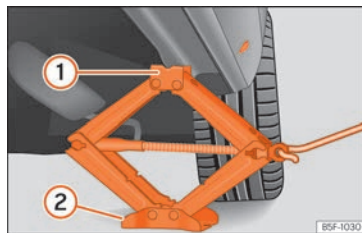

Abb. 39 Längsholm: Wagenheber ansetzen.
- Wagenheber unter den Aufnahmepunkt am Längsträger stellen und so weit hochdrehen, bis sich die Klaue ① »» **Abb. 39** unter der vorgesehenen Aufnahme befindet.
- Wagenheber so ausrichten, dass die Klaue ① die vorgesehene Aufnahme am Längsträger „umfasst“ und der Wagenheberfuss ② mit der ganzen Fläche sicher auf dem Boden steht. Die Bodenplatte ② muss sich dabei senkrecht unter dem Aufnahmepunkt ① befinden.